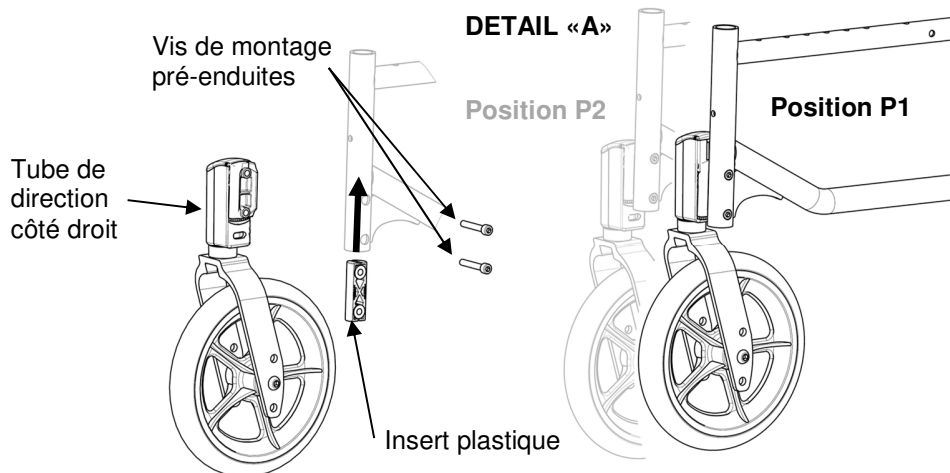

FIGURE 5.11 Réglage de la hauteur du tube de direction
3. Appairer le jeu de plaques à l'angle choisi en positionnant du support inférieur suivant les 3 positions du détail « A » de la figure 5.11, page suivante.
REMARQUE : pour cette procédure, reportez-vous à la FIGURE 5.11.
2. Positionnez le tube de direction dans l'une des deux hauteurs. Reportez-vous au Détail « A » de la FIGURE 5.11. Toujours vérifier que l'insert plastique est bien présent avant de serrer les vis de montage.